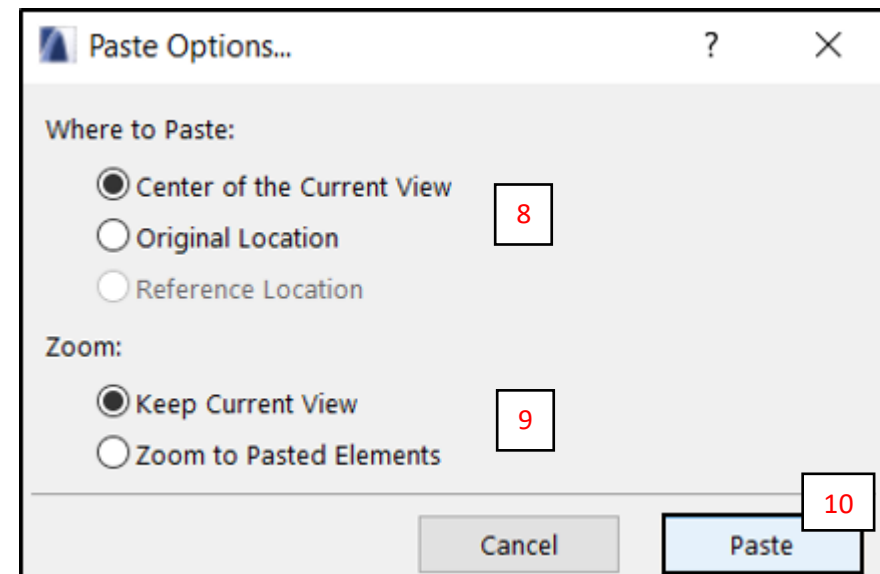

Fig. 10
- D. En ciertos casos aparecerá una nueva ventana "Paste Options..." para configurar la ubicación del módulo en la *Pantalla Gráfica*. Seleccionar según los requerimientos del Usuario **Center of the Current View** para insertar la solución en el centro de la vista actual u **Original Location** para posicionarla en su ubicación original (8). (Fig. 10)
- E. Luego, seleccionar **Keep Current View** para mantener el zoom de la vista actual o **Zoom to Pasted Elements** para enfocar la visualización al módulo insertado (9). (Fig. 10)
- F. Para finalizar el proceso, presionar el botón **Paste** (10). (Fig. 10)